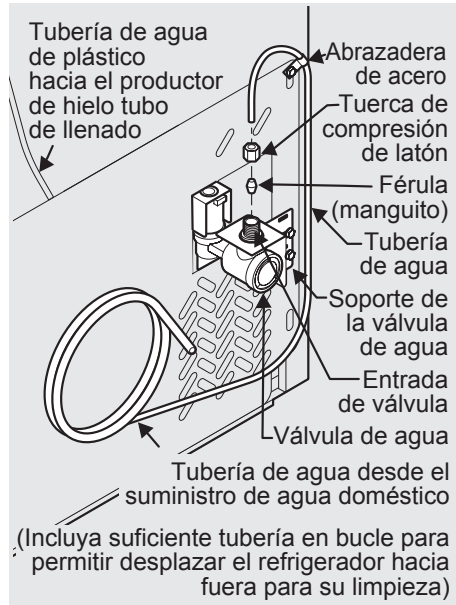

Figura 1
4. Si usa tuberías de cobre: deslice la tuerca de compresión de latón y luego la férula (manguito) en la tubería de suministro de agua. Empuje la tubería de suministro de agua hacia dentro de la entrada de la válvula de agua lo más posible (¼ de pulgada/6,4 mm). Deslice la férula (manguito) en la entrada de la válvula y apriete manualmente la tuerca de compresión en la válvula. Apriete otra media vuelta con una llave; NO apriete en exceso. Consulte la Figura 1.
Si usa tuberías de acero inoxidable: la tuerca y la férula ya están armadas en la tubería. Deslice la tuerca de compresión hacia dentro de la entrada de la válvula y apriete manualmente la tuerca de compresión sobre la válvula. Apriete otra media vuelta con una llave; NO apriete en exceso. Consulte la Figura 1.